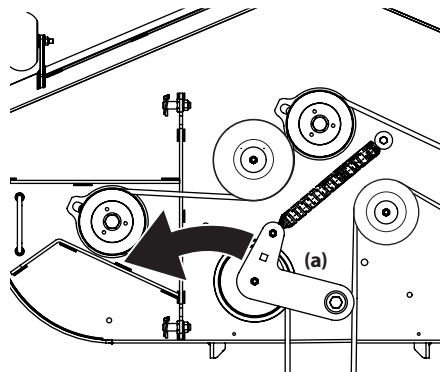
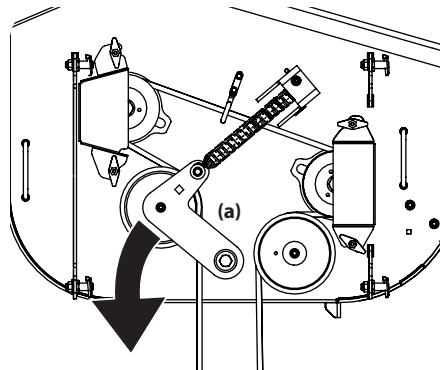

Figure 4-11
Figure 4-12
3. Insérez un bras de force de ½ pouce dans le support de la poulie de tension (a) et tournez-le vers la droite de l'appareil. Faites glisser la courroie (b) hors de la poulie de la prise de force. Voir Figure 4-11 pour les modèles dotés d'un plateau de coupe de 36 pouces et Figure 4-12 pour les modèles dotés d'un plateau de coupe de 48 pouces et de 54 pouces.